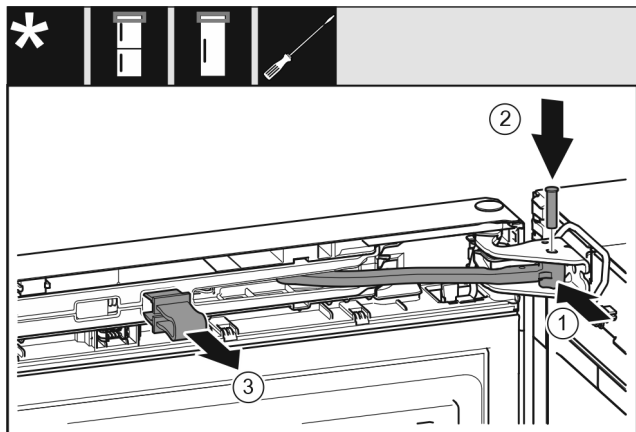

Fig. 24
- ▶ Otočte kloub ve stojanu ložiska. Fig. 24 (1)
- ▶ Vložte čep do stojanu ložiska a kloubu. Přitom dávejte pozor, aby byla zajišťovací vačka správně usazena v drážce. Fig. 24 (2)
- ▶ Vytáhněte pojistku. Fig. 24 (3)